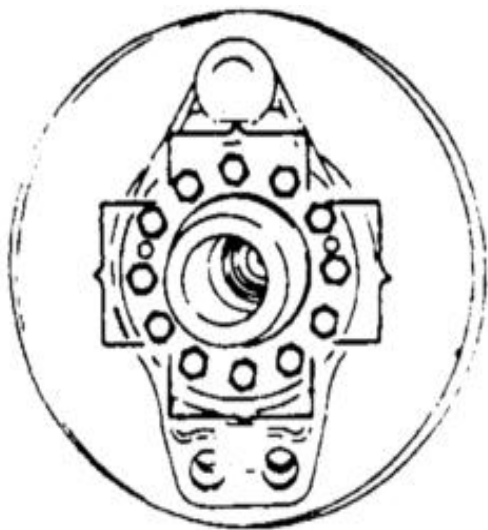

图 7-20
(1) 安装制动底板及防尘罩带制动蹄总成，拧紧制动底板紧固螺栓(图 7-20)；